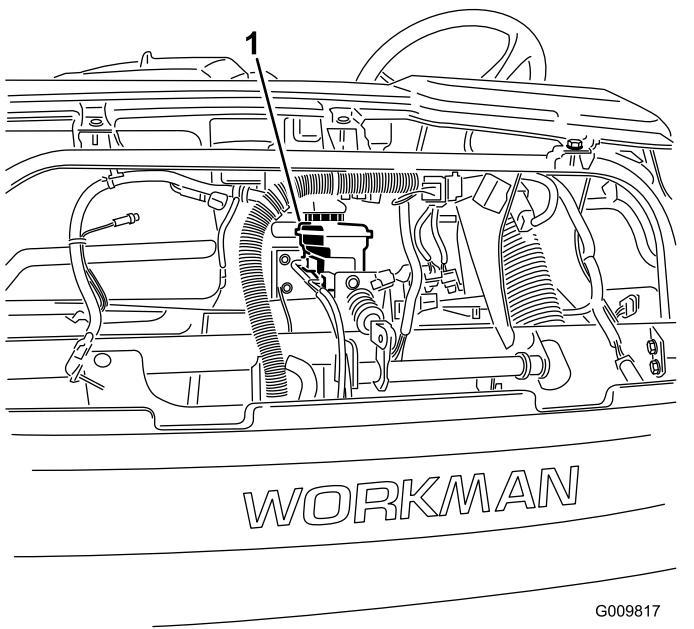

Figura 49
4. Levante el capó para acceder al cilindro del freno principal y al depósito (Figura 49).